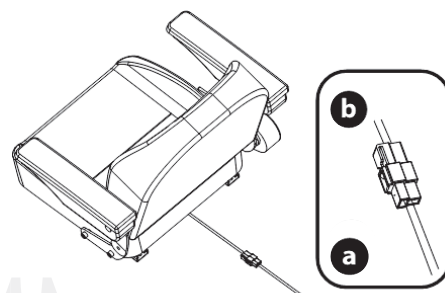

Рис. 4
- Плотно установите электрический разъем (a) в разъем датчика водительского сиденья (b) (рис. 4). Затем закрепите провод так, чтобы он не попал в движущиеся механизмы.